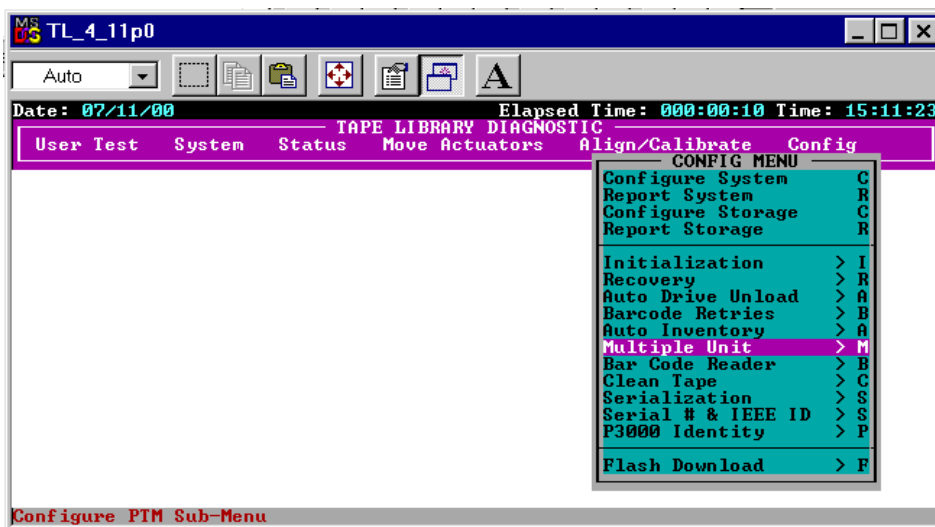

Figure 3-12. Menu Multi-Unit Configuration (configuration multibrain)
2. Dans le menu Config, sélectionnez Multiple Unit (multibrain) (voir la Figure 3-12).